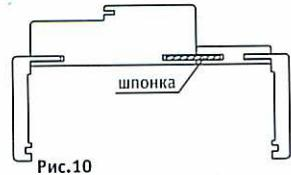

Рис.10
4.2. Доборный элемент и коробку необходимо соединить между собой при помощи шпонки (см. рис. 10), при необходимости нанести на шпонку по всей длине небольшое количество клея (жидкие гвозди, силикон).